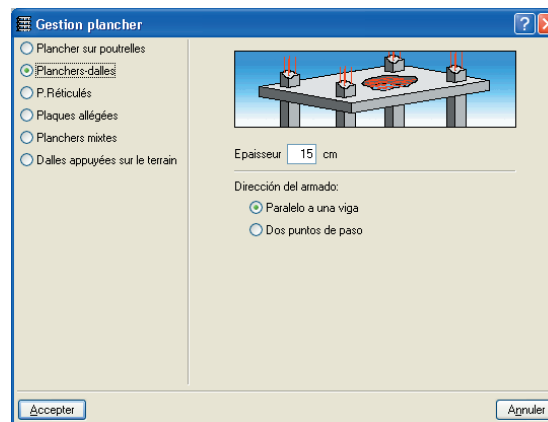

Fig. 14.52
- Sélectionnez la première des icônes de la fenêtre de la figure antérieure . La fenêtre de la figure 14.52 s'affichera alors.